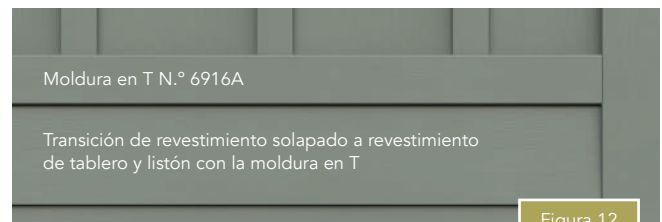

Figura 12
- Al realizar la transición del revestimiento horizontal al tablero y listón, siga los mismos pasos (Figura 12).